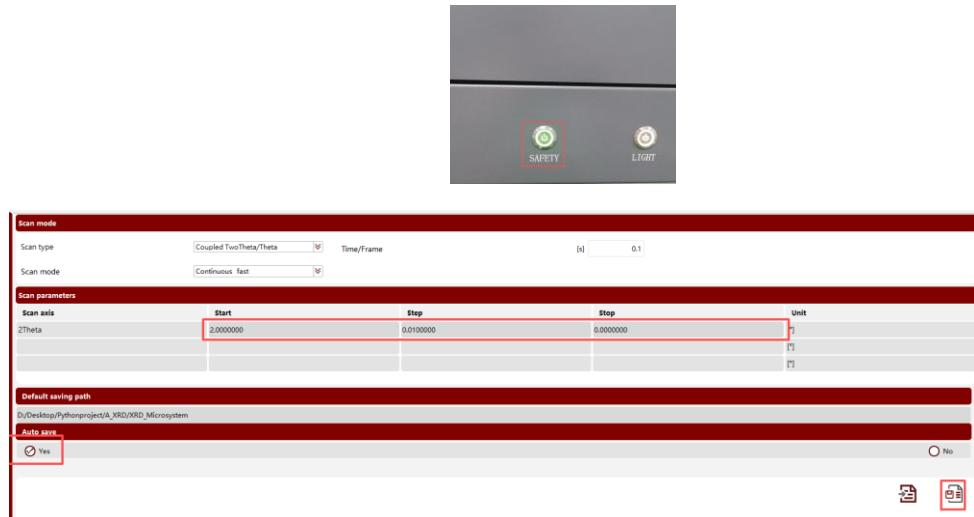

图 15. 上图：门锁开启，呈绿色；下图：FORMULA 面板以及必要的参数设置
1.3.1 放样：点击设备门下方的门锁（绿灯亮），见图 15 上图，打开铅门，将准备好的样品依次放在设备内的 A、B、C 三个样品塔上，自己记录每个样品对应的位置，如：样品“**C001-ZT5-1**”，对应位置：“**A1**”。